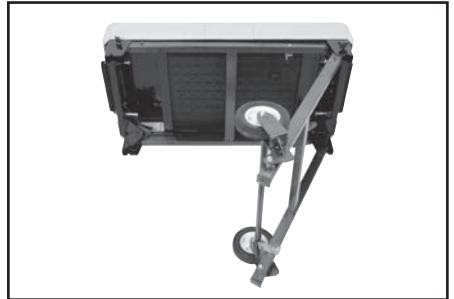
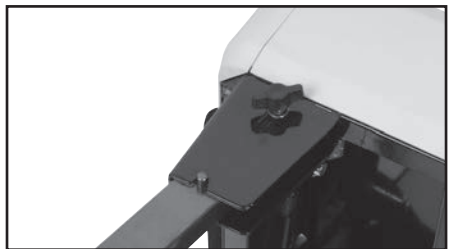

FIGURE 5-1
FIGURE 5-2
4. Retirer les pieds de l'établi et les supports (Fig. 5-1). Attacher les supports sur les pieds à l'aide de l'entrée de clé et la goupille de soutien situés sur chaque pied (Fig. 5-2).